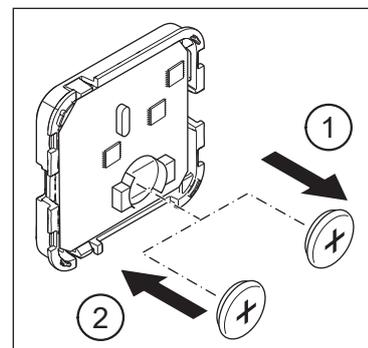

Abb. 5: Batterie wechseln
- ▶ Entfernen Sie die leere Batterie (Pos. 1 in Abb. 5) aus der Elektronikeinheit.
- ▶ Setzen Sie die neue Batterie (Pos. 2 in Abb. 5) in die Elektronikeinheit ein. Die Status-LED (Pos. 5 in Abb. 1) am Funktaster blinkt 1 Mal orange.